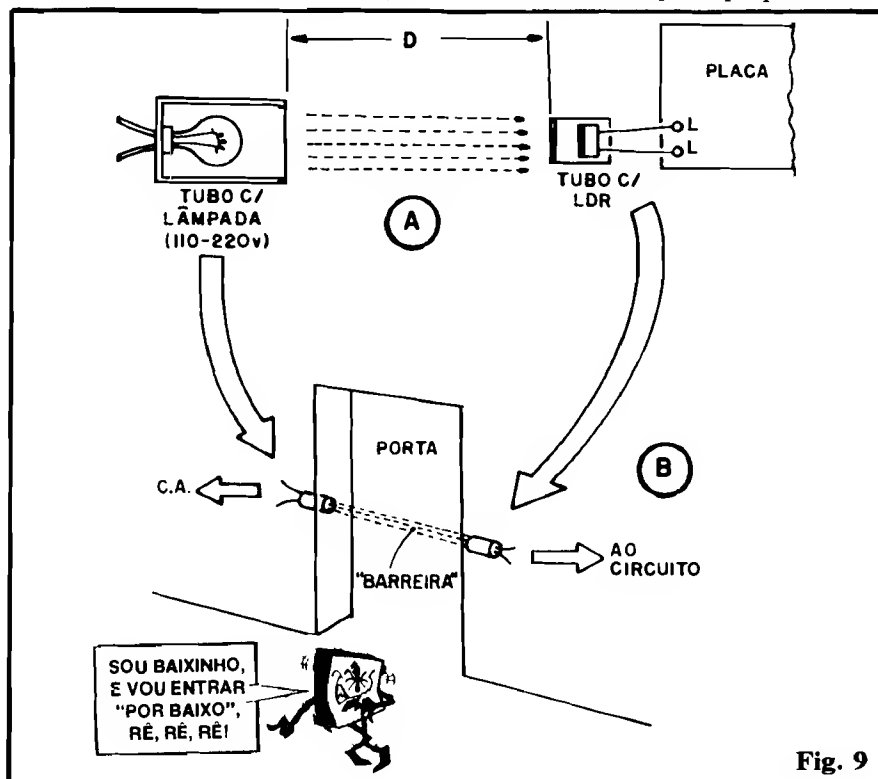

Fig. 9
- FIG. 9 - A INSTALAÇÃO - O ponto fundamental é notar que para o perfeito estabelecimento da Barreira Ótica, o foto-sensor (LDR) do circuito deve ficar "entubado", conforme mostra a fig. 9-A, à direita. Idealmente, o tubo deve ser de material escuro, opaco e fosco (como "quebra-galho", um tubinho feito com cartolina preta dará certinho...). Notar que quanto mais longo e "fino" for o tubo, mais direcional e menos sensível a fontes de luz interferentes, será o sistema. Obviamente que o diâmetro mínimo do tubo é condicionado pelo próprio LDR